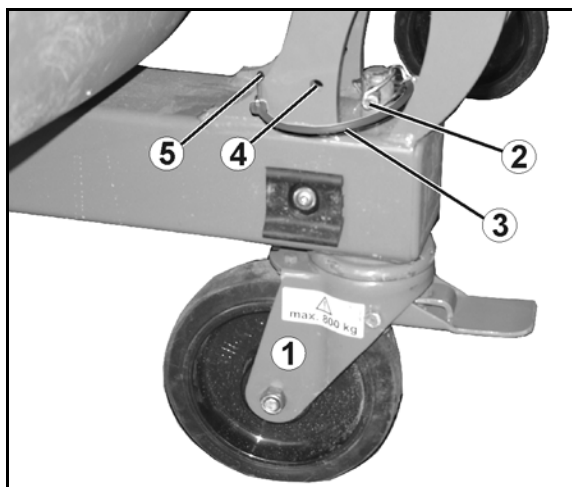

Fig. 56
O sistema de acoplamento rápido (Fig. 56/1)
- utilizar a cavilha para a barra superior (Fig. 56/2) do triângulo de acoplamento, equipar com casquilho esférico e fixar com um encaixe de charneira.
- equipar a cavilha da barra inferior com casquilhos esféricos, inserir casquilhos distanciadores (Fig. 56/3) e fixar com um encaixe de charneira.